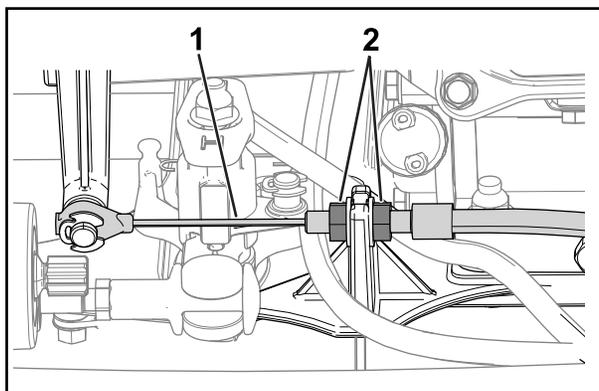

図 30
2. ジャムナットをゆるめ、走行ケーブルを調整してフリクションディスクとプレッシャプレートとの間のすきまを 1.1 mm にする 図 30と図 31。